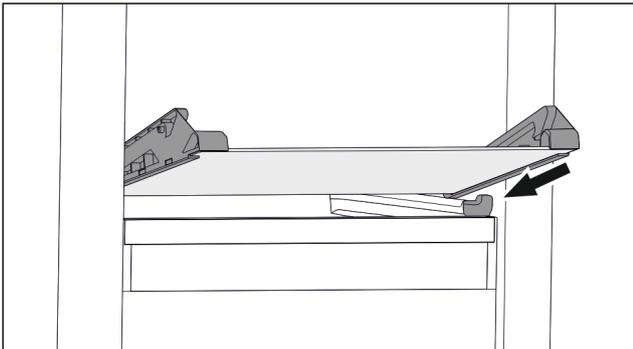

Fig. 108 Staklena ploča nagibne ladice
- ▶ Stavite ladicu ukoso iza zaustavljača. (pogledajte Fig. 108)